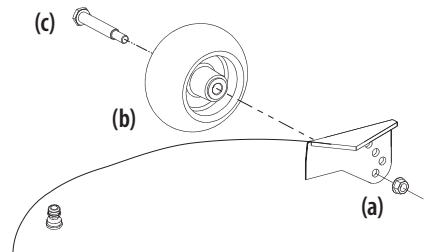

Figure 11
6. Retirez l'écrou de blocage (a) la roulette de terrage (b) et la vis à épaulement (c) du plateau. Consultez la Figure 11.